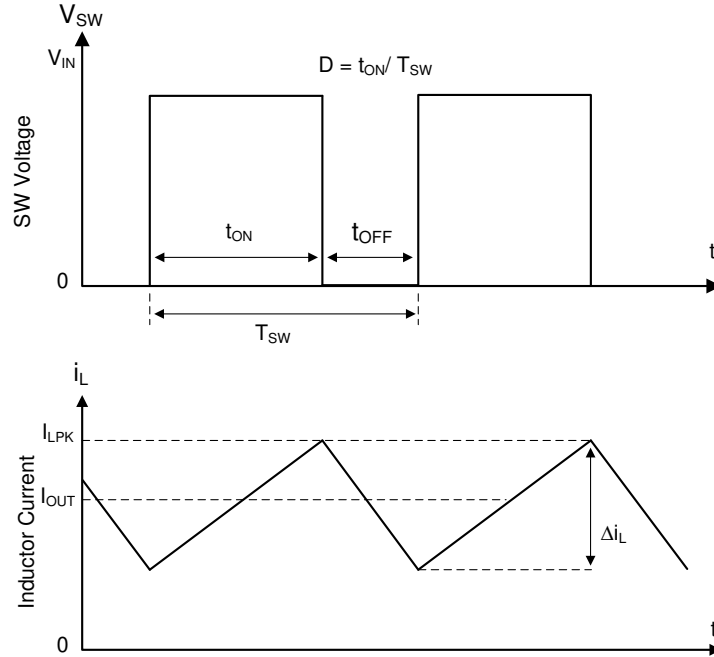

图 7-1. 连续导通模式 (CCM) 下的 SW 节点和电感器电流波形
LMR51603 的以下运行说明涉及 功能方框图 和 图 7-1 中的波形。LMR51603 是一款同步降压转换器，具有集成式高侧 (HS) 和低侧 (LS) 开关 (同步整流器)。LMR51603 通过使用受控的占空比打开高侧和低侧 NMOS 开关，来提供稳定的输出电压。高侧开关导通期间，SW 引脚电压上升至约 V_{IN} ，电感器电流 i_L 以线性斜率 $(V_{IN} - V_{OUT})/L$ 增加。当高侧开关被控制逻辑关闭时，低侧开关在经过反穿死区时间后将会导通。电感电流通过低侧开关以斜率 V_{OUT}/L 放电。降压转换器的控制参数为占空比 $D = t_{ON}/T_{SW}$ ，其中 t_{ON} 是高侧开关导通时间， T_{SW} 是开关周期。转换器控制环路通过调整占空比 D 来维持恒定的输出电压。在可忽略损耗的理想降压转换器中， D 与输出电压成正比，与输入电压成反比： $D = V_{OUT}/V_{IN}$ 。